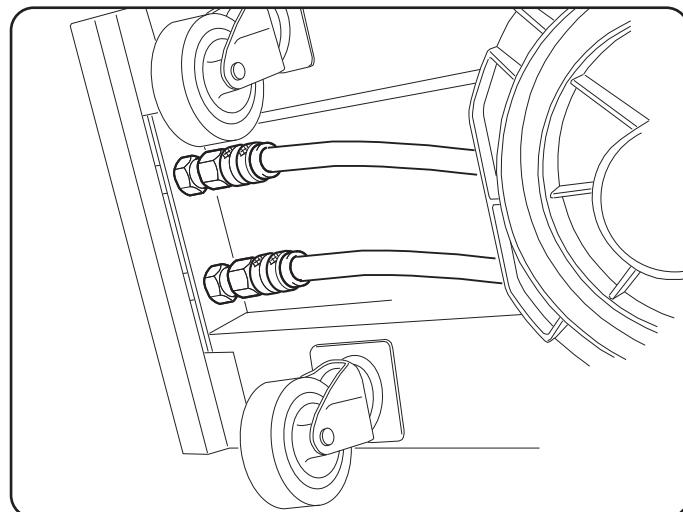

Fig. 6
- ♦ Les tuyaux du liquide de refroidissement doivent être connectés aux raccords rapides sous la base du dévidoir (voir Fig. 6), en respectant les couleurs indiquées sur la partie avant du dévidoir.